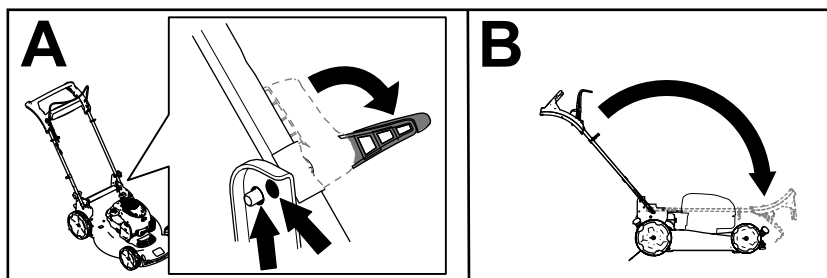

Bild 19
2. Lösen Sie die Holmarretierungen, bis Sie den oberen Holm ungehindert bewegen können (A in Bild 19)
3. Klappen Sie den Holm nach vorne in die ganz nach vorne geklappte Stellung (B in Bild 19).